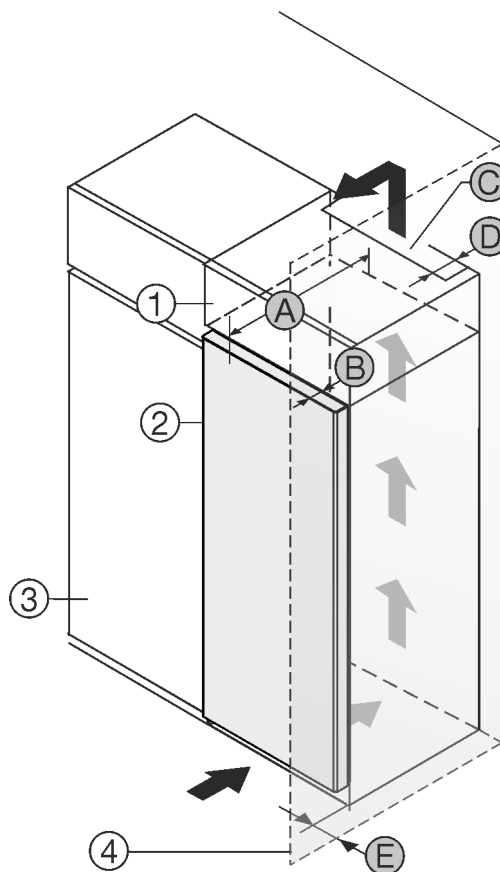

Fig. 1
- (1) Rátétszekrény *
- (2) Berendezés *
- (3) Konyhaszekrény *
- (4) Fal *
- (A) Készülék mélysége *
- (B) Ajtó mélysége *
- (C) Szellőzés keresztmetszete *
- (D) Készülék hátsó oldalának távolsága *
- (E) Távolság a készülék oldalától *
A készülék közvetlenül a konyhaszekrény Fig. 1 (3) mellé állítható.*
A rátétszekrény hátoldalán egy megadott mélységű Fig. 1 (D) szellőzőaknát kell kialakítani a rátétszekrény teljes szélességében.*
A mennyezett alatt be kell tartani a szellőző keresztmet-szetet Fig. 1 (C).*
Ha a készüléket a zsanérjaival a fal Fig. 1 (4) mellé állítja fel, legalább 13 mm távolságot kell tartani a faltól.*
Ha a készüléket a zsanérjaival a fal Fig. 1 (4) mellé állítja fel, legalább 20 mm távolságot kell tartani a faltól.*
Ahhoz, hogy az ajtót teljesen ki tudja nyitni, a készüléknek a konyhaszekrény elülső oldalához képest legalább az ajtó mélységének Fig. 1 (B) megfelelően ki kell állnia. A konyha-szekrények Fig. 1 (3) mélységétől és a fali távtartók haszná-latától függően a készülék nagyobb mértékben is túllóghat előrefelé.*